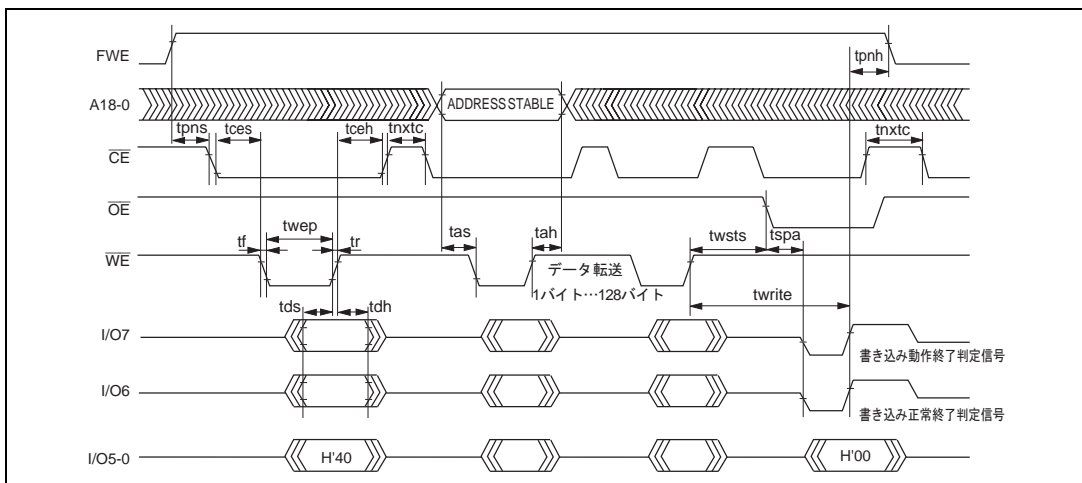

図 17.26 自動書き込みモードのタイミング波形
- (1) 自動書き込みモードでは、128バイト同時書き込みを行います。これは、バイトデータを128回連続で転送してください。
- (2) 128バイト以下の書き込みでも128バイトのデータ転送を行う必要があります。必要ないアドレスへのメモリ書き込みは、データをH'FFにして書き込みを行う必要があります。
- (3) 転送するアドレスの下位7ビットは、ロー状態にしてください。有効アドレス以外を入力した場合は、メモリ書き込み動作に移行しますが、書き込みエラーとなります。
- (4) メモリアドレスの転送は、第2サイクルで行います(図17.26)。第3サイクル以降では転送しないでください。
- (5) 書き込み動作中は、コマンド書き込みを行わないでください。
- (6) 書き込みは、各アドレスの128バイト単位のブロックに対して、1回の自動書き込みで行ってください。すでに書き込まれたアドレスブロックへの2回以上の追加書き込みは行えません。
- (7) 自動書き込み正常終了の確認には、I/O6を調べることにより行います。または、ステータス読み出しモードを使用しても確認することができます(I/O7のステータスポーリングは、自動書き込み動作終了判定用端子です)。
- (8) ステータスポーリングのI/O6、I/O7の情報は、次のコマンド書き込みまで保持されます。次のコマンド書き込みが行われていなければ、 \overline{CE} 、 \overline{OE} をイネーブルにすることにより読み出し可能となります。